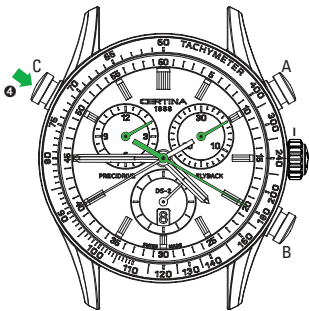

Рис. 7
**Считывание промежуточного времени 2 (см. рис. 7)**